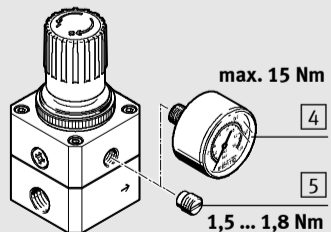

Fig. 3 / Bild 3
- Vrid precisionsmanometern MAP [4] medurs till anslaget i LRP/LRPS (→ Bild 3). Nyckelgreppet måste vara vågrätt.